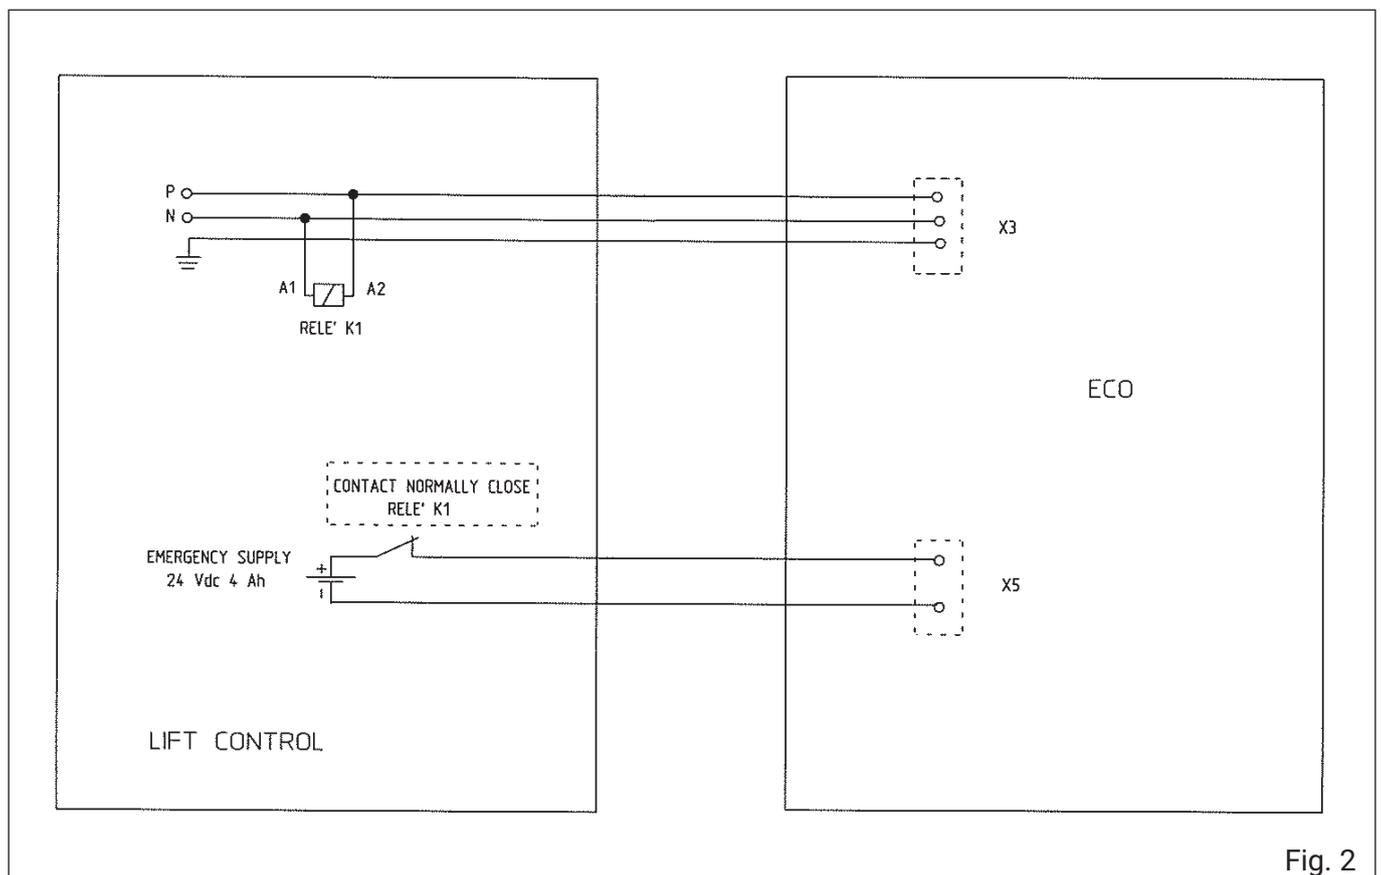

Fig. 2
1. En absence d'alimentation de secteur, pour assurer le bon fonctionnement de la manœuvre d'urgence en manuel, il est conseillé d'alimenter la fiche ECO+ par une batterie (24 Vdc 4 Ah) à l'aide du connecteur X5 : l'alimentation de la batterie doit se déclencher immédiatement après la coupure de courant (la fiche ECO+ ne doit pas s'éteindre). Cela permettra, à travers une manœuvre manuelle, d'aligner la cabine de l'ascenseur à l'étage souhaité : les portes ne pourront être ouvertes que manuellement : Fig.2 schéma de câblage conseillé.